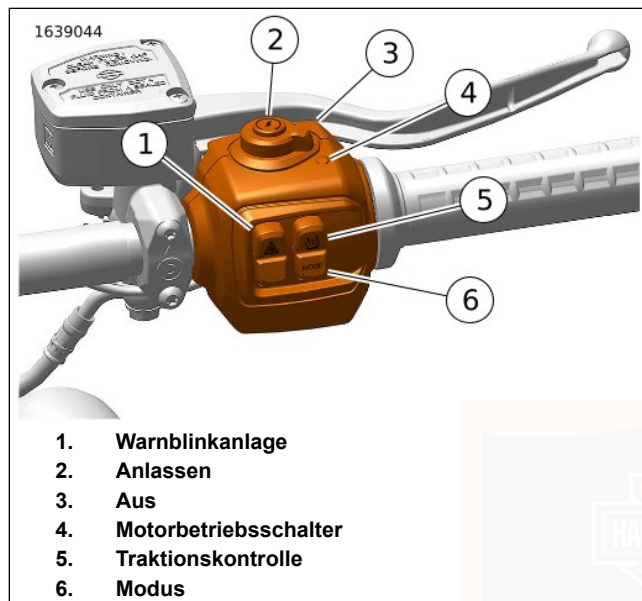

Abbildung 44. RHCM (ohne Infotainment)
Siehe Abbildung 44 . Der Warnblinkerschalter (1) dient zur dauerhaften Aktivierung des Vierfach-Warnblinkers bei einem liegengebliebenen Motorrad. Mithilfe der Warnblinker kann das Motorrad mit ausgeschalteter Zündung zurückgelassen werden, bis Hilfe geholt wird.
Siehe Abbildung 44 . Die Modustaste (6) drücken, um den Fahrmodus zu ändern.
Siehe Abbildung 44 . Den Motorbetriebsschalter in Stellung OFF (AUS) (3) drücken, um den Motor abzustellen.
Siehe Abbildung 44 . Den Motorbetriebsschalter in Stellung RUN (BETRIEB) (4) drücken, damit der Motor starten und laufen kann. Der Motorbetriebsschalter muss sich in der Stellung RUN (BETRIEB) befinden, damit der Motor angelassen und betrieben werden kann.
Siehe Abbildung 44 . Den Motorbetriebsschalter in Stellung RUN (BETRIEB) (4) drücken, damit der Motor starten kann.
1. Den Motorbetriebsschalter in die BETRIEB-Stellung bringen (4). Das Getriebe in den Leerlauf schalten. Die (grüne) Leerlauf-Kontrollleuchte leuchtet auf. Siehe FUNKTIONSWEISE > ANLASSEN DES MOTORS (Seite 132) .
2. Den Anlasser durch Drücken des Anlasserschalters (2) betätigen.
Siehe Abbildung 44 . Die Traktionskontrolltaste (5) aktiviert und deaktiviert das Traktionskontrollsystem.